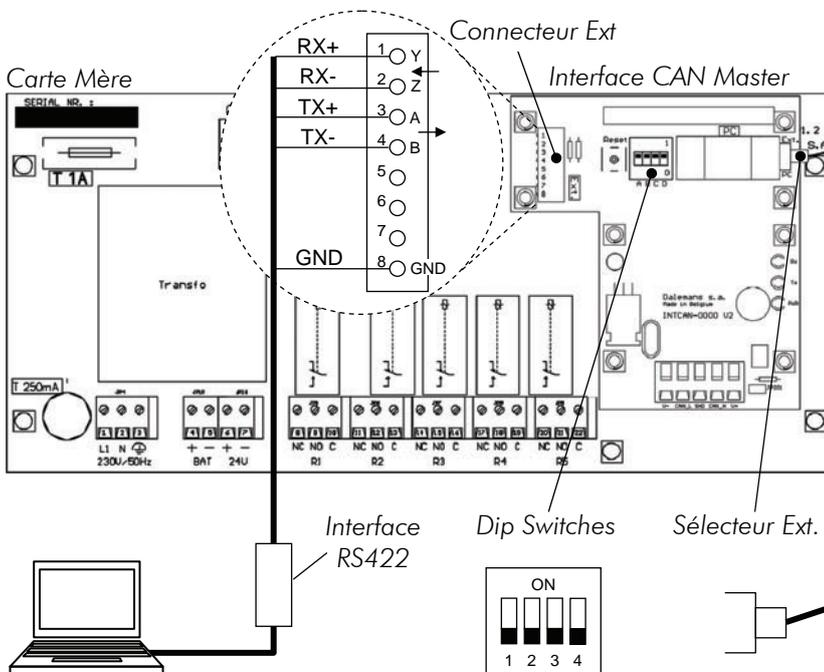

Fig. 50
- A l'autre bout du câble, raccorder les bornes 1, 2, 3, 4 et 8 du connecteur *Ext* de la carte *Interface CAN Master* (Fig. 50).